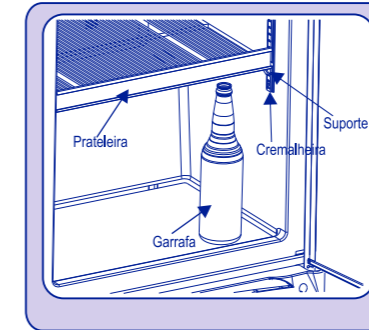

fig. 06
- Encaixe os suportes no trilho de apoio, tomando como referência a altura de uma garrafa, por exemplo de cerveja (aprox. 29 cm), a partir do piso do produto colocando 4 suportes para fixar cada prateleira (fig.06). Em seguida, coloque os outros suportes seguindo a mesma sequência acima.